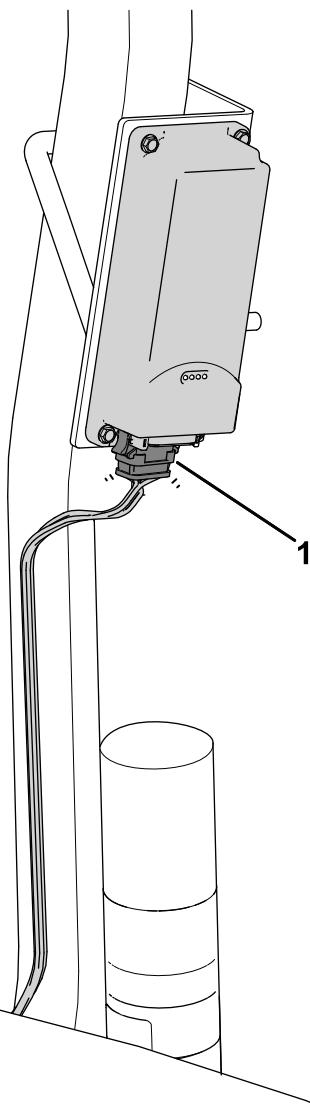

Figura 8
3. Instale o conector rotulado P02 na cablagem da telemática ao dispositivo de telemática Figura 8.